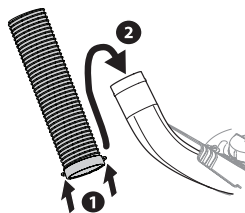

Figura 17
2. Levántelo con las manijas de la parte de abajo del tubo del canal. Deslice el tubo del canal sobre el codo del canal montado en la plataforma de corte, como se muestra en la Figura 17.